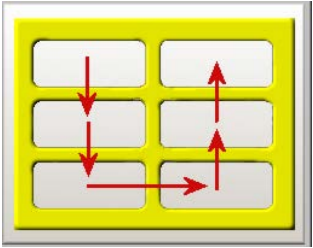
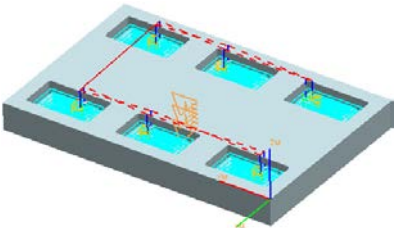

图 4.2.21 效果图
图 4.2.22 示例图
- **优化**：根据抬刀后横越运动最短的原则决定切削区域的加工顺序，效率比“标准”顺序高，系统默认此选项，如图 4.2.21 所示。读者可打开 D:\ugnx7.9\work\ch04\ch04.02\ CAVITY_MILL02.prt，来观察相应的模型，如图 4.2.22 所示。